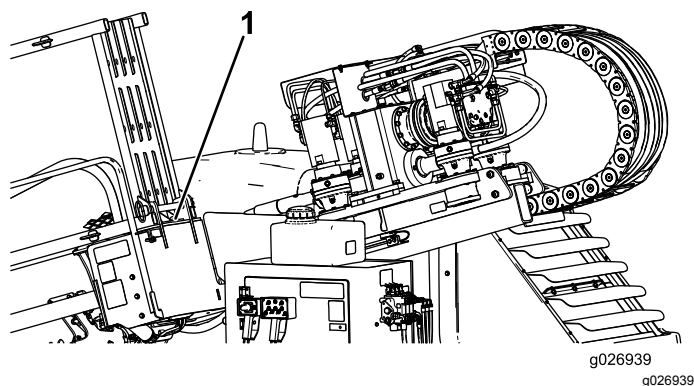

Figura 74
7. Guarde el bloqueo del cilindro detrás del portatubos (Figura 74).